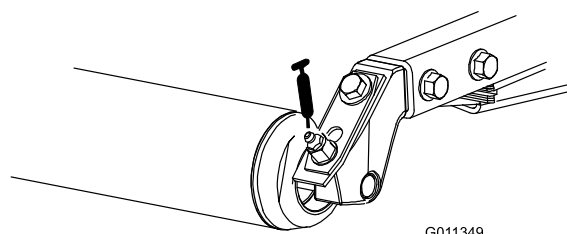

図 43
- ・ 後ローラのベアリング (各カuttingユニットに2ヶ所) (図 43)
**注** ローラの注入部 (図 43) 面一フィッティングなので、グリスガン用ノズルアダプタが必要です。パーツ番号は P/N 107-1998。ご注文は Toro 代理店へ。